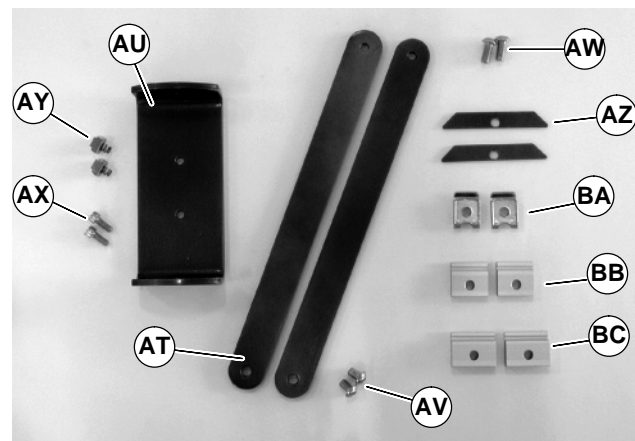

Figure 34
1. Zubehör-Bauteile zusammentragen (Abb. 34).